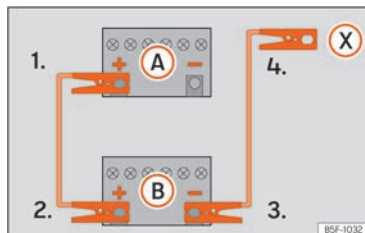

Fig. 80 Schema elettrico per i veicoli non dotati di sistema Start-Stop.
2. Collegare un'estremità del cavo di emergenza rosso al polo positivo (+) del veicolo con la batteria scarica (A) » » » fig. 80.
3. Collegare l'altra estremità del cavo di emergenza rosso al polo positivo (+) della batteria che fornisce la corrente (B).
- 4a. *Nei veicoli senza sistema Start/Stop:* collegare un'estremità del cavo nero di emergenza al polo negativo (-) del veicolo che eroga la corrente (B) » » » fig. 80.